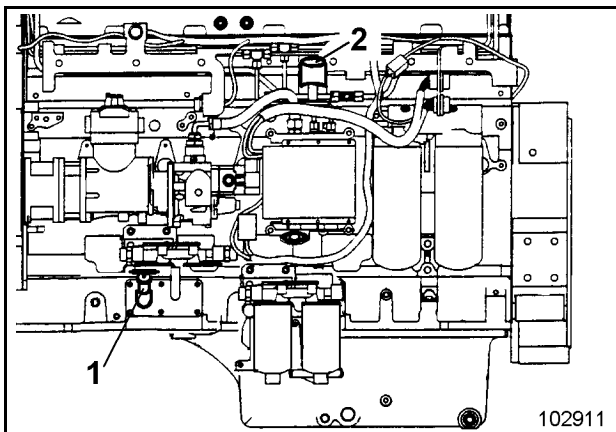
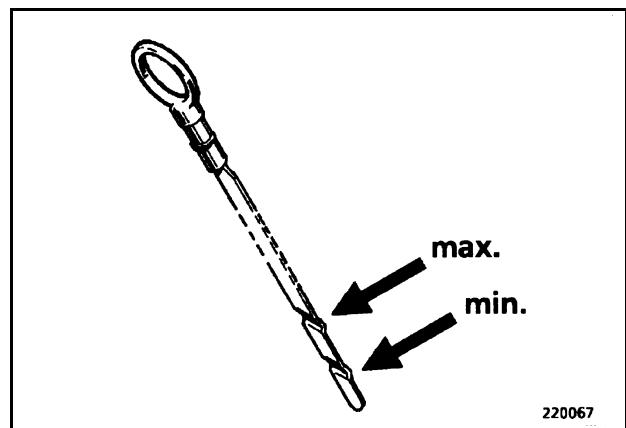

Fig. 3-11
Fig. 3-12
- Motoröl in den Einfüllstutzen (2, Fig. 3-11) einfüllen, bis der Ölstand die Markierung "max" (Fig. 3-12) erreicht hat.